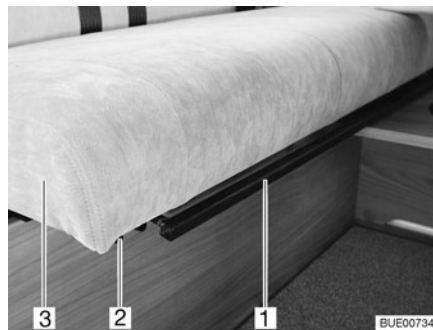

Fig. 13 Ajuste del respaldo del banco
- Tirar o presionar el estribo (Fig. 13,1) debajo de la superficie del asiento (Fig. 13,3) hacia arriba y mantenerlo en esta posición.
- Desplazar la superficie del asiento con precaución sobre los rieles (Fig. 13,2) hacia adelante hasta alcanzar la posición deseada o el tope.